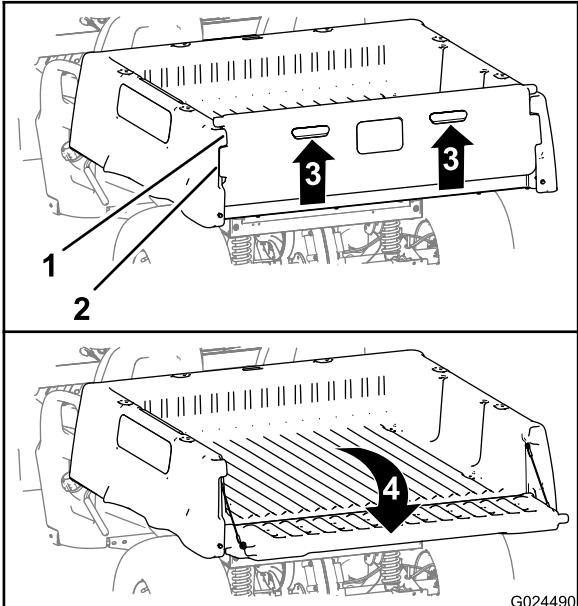

Bild 11
2. Heben Sie den Fingerzug an, der die Rückplatte an der Heckklappe zurückzieht (Bild 11).
3. Fluchten Sie die Riegelflansche an der Heckklappe mit den Öffnungen zwischen den Heckklappenflanschen an der Staobox aus (Bild 11).
4. Drehen Sie die Heckklappe nach hinten und unten (Bild 11).
6. Drehen Sie die Heckklappe nach oben und vorne, bis die Riegelflansche an der Heckklappe mit den Heckklappenvertiefungen an der Staobox bündig sind (Bild 11).
7. Senken Sie die Heckklappe ab, bis sie im Heck der Staobox sitzt (Bild 11).